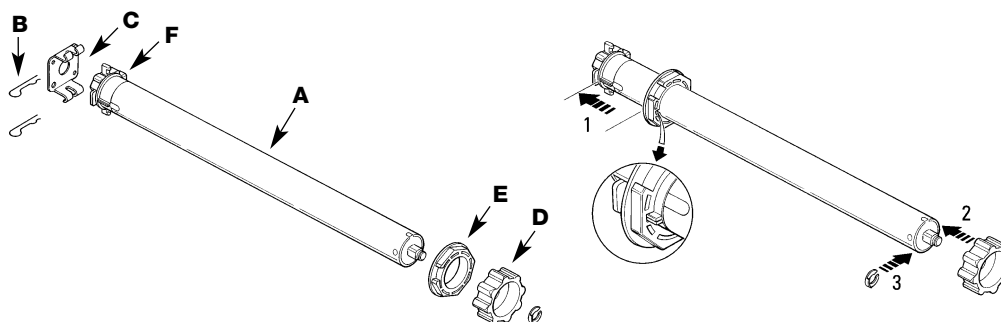

Fig. 4
2. Fixer adéquatement le support **[C]** de la figure 4; ne pas oublier qu'entre le support et le tube d'enroulement, il faut un espace pour la tête du moteur.